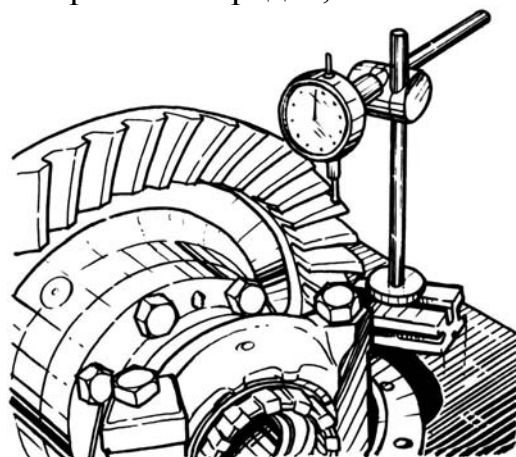

Рис. 4.49. Проверка бокового зазора в зацеплении зубьев шестерен главной передачи заднего моста
– установить индикатор, как показано на рис. 4.49 и 4.50, проверить и отрегулировать боковой зазор в зацеплении шестерен; боковой зазор должен быть 0,15-0,17 мм (для новых шестерен). Проверку производить не менее чем в пяти точках, каждый раз поворачивая шестерню. Для увеличения зазора отпустить регулировочную гайку со стороны ведомой шестерни и на столько